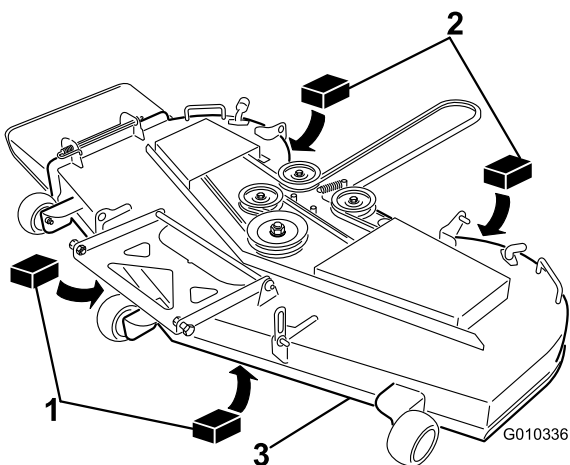

**Figura 63**
3. Gire cuidadosamente las cuchillas colocándolas en el sentido de avance de la máquina (Figura 63).
4. Mida entre la punta de la cuchilla delantera y la superficie plana y entre la punta de la cuchilla trasera y la superficie plana (Figura 63). Si la punta de la cuchilla delantera no está entre 1.6 y 7.9 mm (1/16 y 5/16 pulg.) más baja que la punta de la cuchilla trasera, vaya al procedimiento Nivelación de la carcasa de corte.